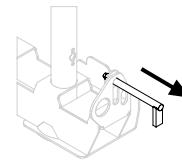

Fig. A1.04
2. Pull out the bolt. (Fig. A1.04)